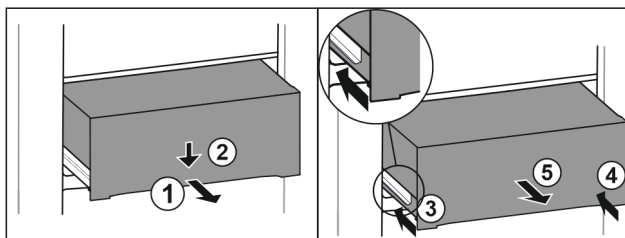

Fig. 183
- Izvucite ladicu na pola. Fig. 183 (1)
- Pritisnite ladicu naprijed prema dolje. Fig. 183 (2)
- Gurnite lijevu vodilicu za oko 2 cm. Fig. 183 (3)
- Gurnite desnu vodilicu za oko 2 cm. Fig. 183 (4)
- Izvadite ladicu prema naprijed. Fig. 183 (5)